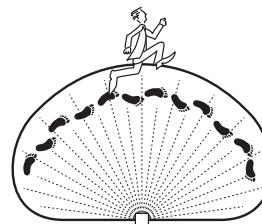

Figure 8
- Déplacez-vous dans la zone de couverture, en remarquant l'endroit où vous trouvez lorsque la lumière s'allume. Le voyant à DEL rouge situé derrière la lentille du détecteur de mouvement clignote à plusieurs reprises lorsqu'un mouvement est détecté (voir la Figure 8).
- Réglez la sensibilité (SENS) à la valeur souhaitée (faible (L), moyenne (M) ou élevée (H)). Une sensibilité trop élevée peut augmenter le nombre de déclenchement non souhaité.